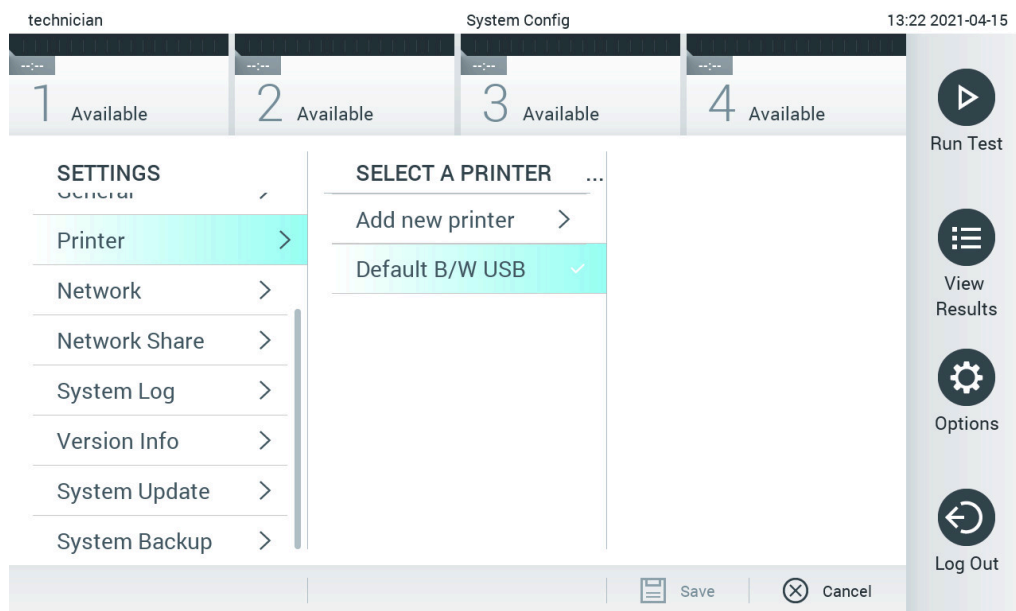

図 73. システムプリンターを選択。
3. 利用可能なプリンターのリストからプリンターを選択します（図 73）。